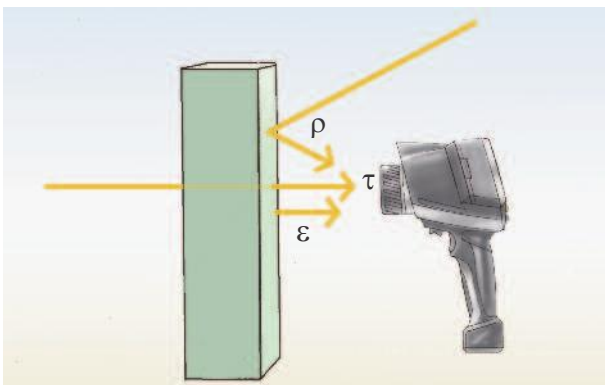

Рис. 1.1: Излучение, отражение и пропускание
- 1 пропущенного объектом измерения излучения (см. Рис. 1.1, стр. 6)